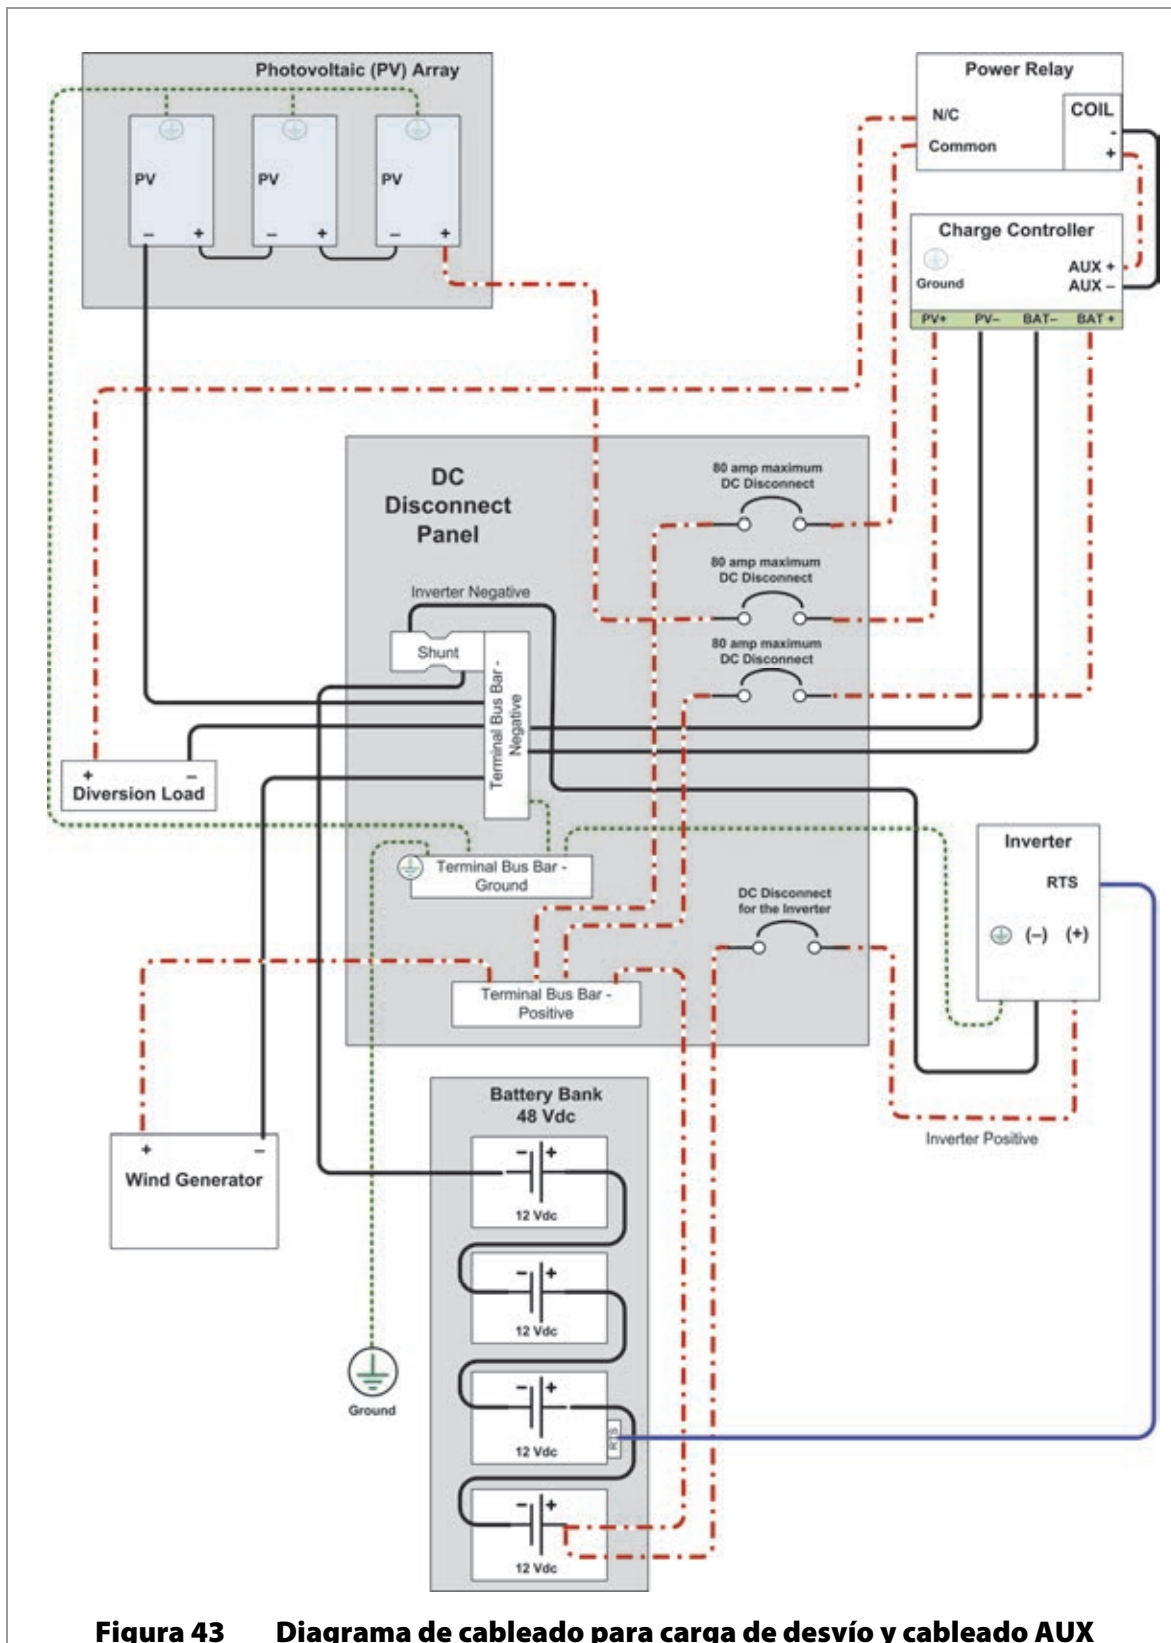

Figura 43 Diagrama de cableado para carga de desvío y cableado AUX
- Consulte la Figura 43, en la página 45, para ver un ejemplo de diagrama de cableado de configuración auxiliar.